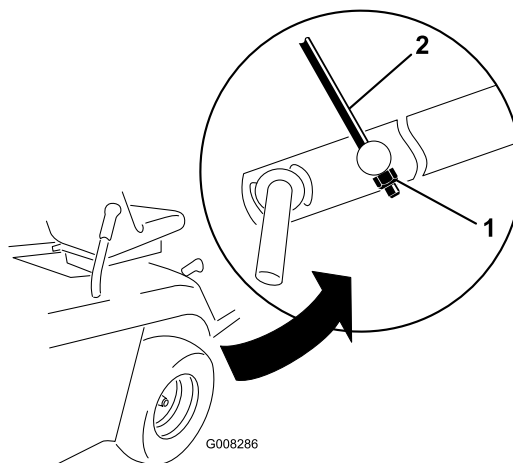

Figure 43
9. Réglez le contre écrou M8 à l'extrémité de l'ensemble tige de réglage de hauteur jusqu'à ce que la tige soit légèrement tendue (Figure 43).